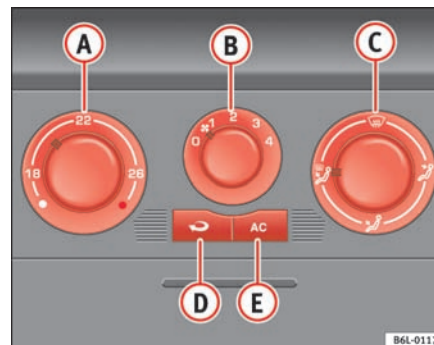

Fig. 92 Instrumentpanel med betjeningslementer til aircondition
- Afbryd køleanlægget ved at trykke på knappen ⇒ fig. 92 **AC** (lyset i knappen slukker).
Når recirkulationsfunktionen er aktiveret (knappen $\Rightarrow$ side 115, fig. 92  med advarselslampe), forhindrer den, at kraftige lugtgener udefra kan trænge ind i kabinen, fx når du kører gennem en tunnel eller holder i kø.